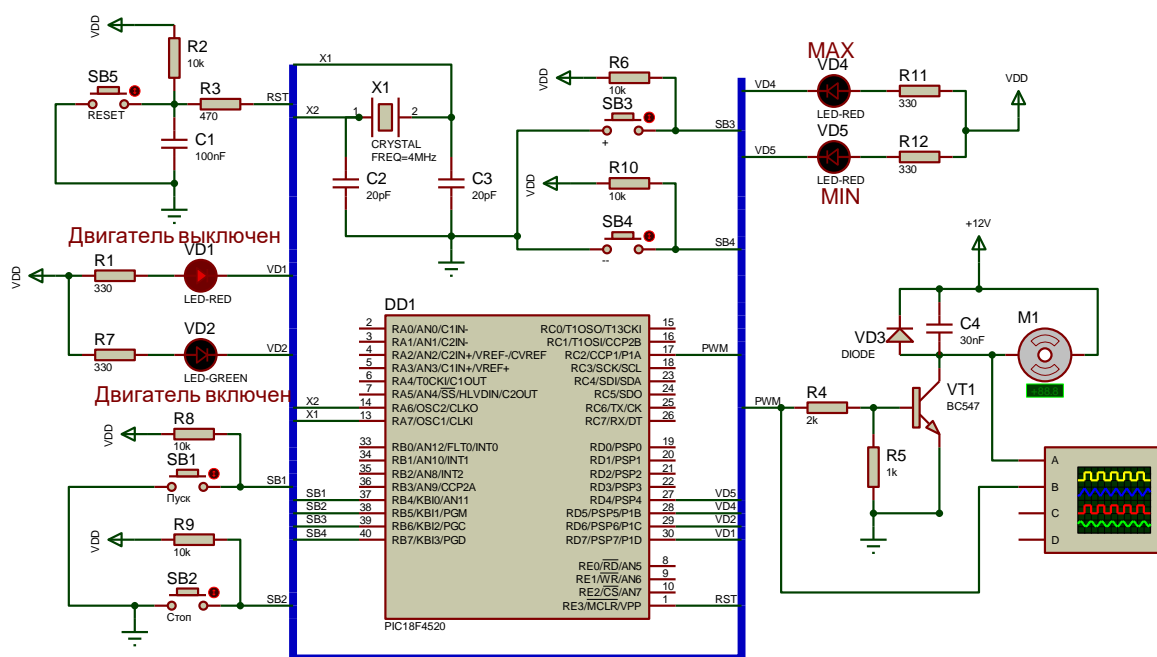

Рис. 8.2. Приклад принципової схеми пристрою керування двигуном постійного струму за допомогою ШІМ в САПР Proteus
2. Намалювати принципову схему пристрою (приклад на рис. 8.2) та набрати програму на мові Сі.